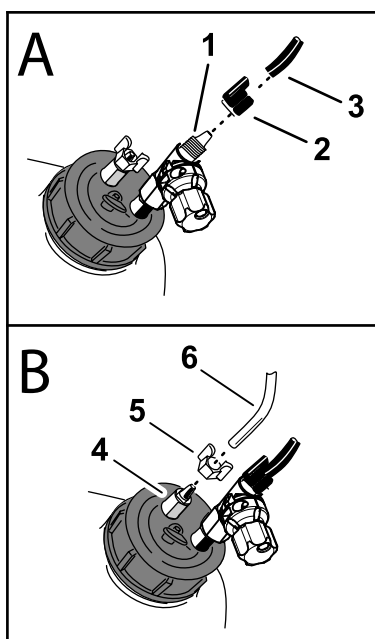

図 2
1. 青い圧縮ナット **図 2**ステップ3 フォーム制御バルブを取り付ける (ページ 3) で外したものを、2 配管の準備を行う (ページ 2) で切断したタンクループバックチューブへ接続しているコンプレッサの青いチューブに取り付ける。
2. キャップ搭載の制御バルブのフィッティングに青いチューブと青いナットを嵌め、ナットを手締めする **図 2**。
4. タンクキャップのフィッティングから白い圧縮ナットを取り外す **図 2**。
5. コンプレッサからタンクループバックチューブの透明チューブに、白い圧縮ナットを取り付ける **図 2**。